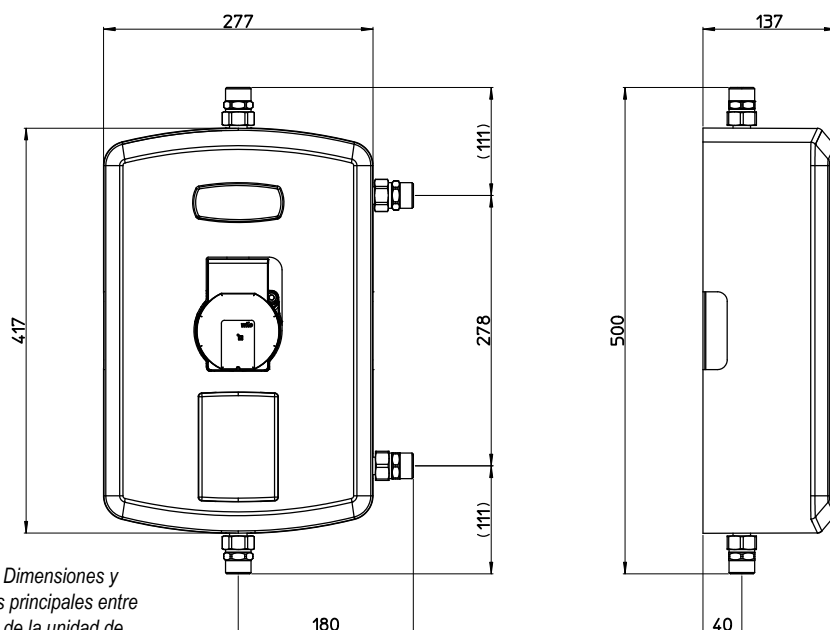

Fig. 3: Dimensiones y distancias principales entre centros de la unidad de bombeo.
- ✓ Conecte los tubos según el esquema de conexión siguiendo las instrucciones de la imagen 3.